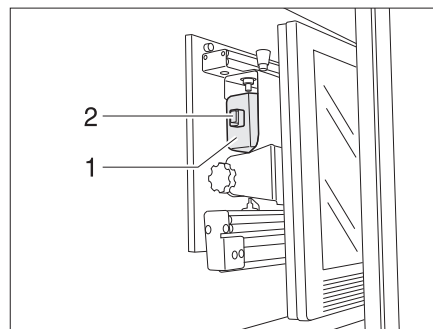

Fig. 6 Soporte en el armario de TV
- Introducir el soporte para la pantalla plana del tirador (Fig. 6,1) hasta que el pestillo (Fig. 6,2) engatille.